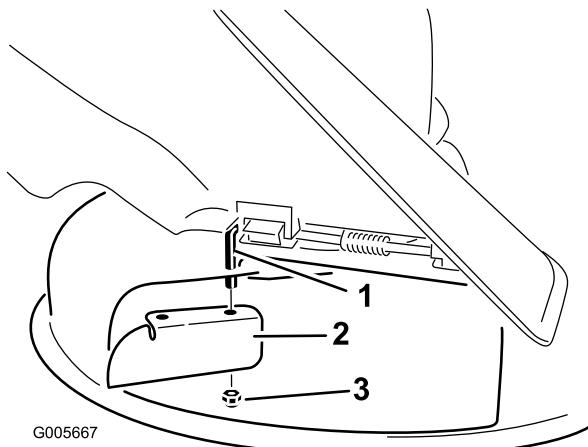

Figura 27
- Installate il deflettore di scarico sull'asta di rotazione visibile (Figura 27).
- Staccate il deflettore di scarico dal piatto di taglio (Figura 27).